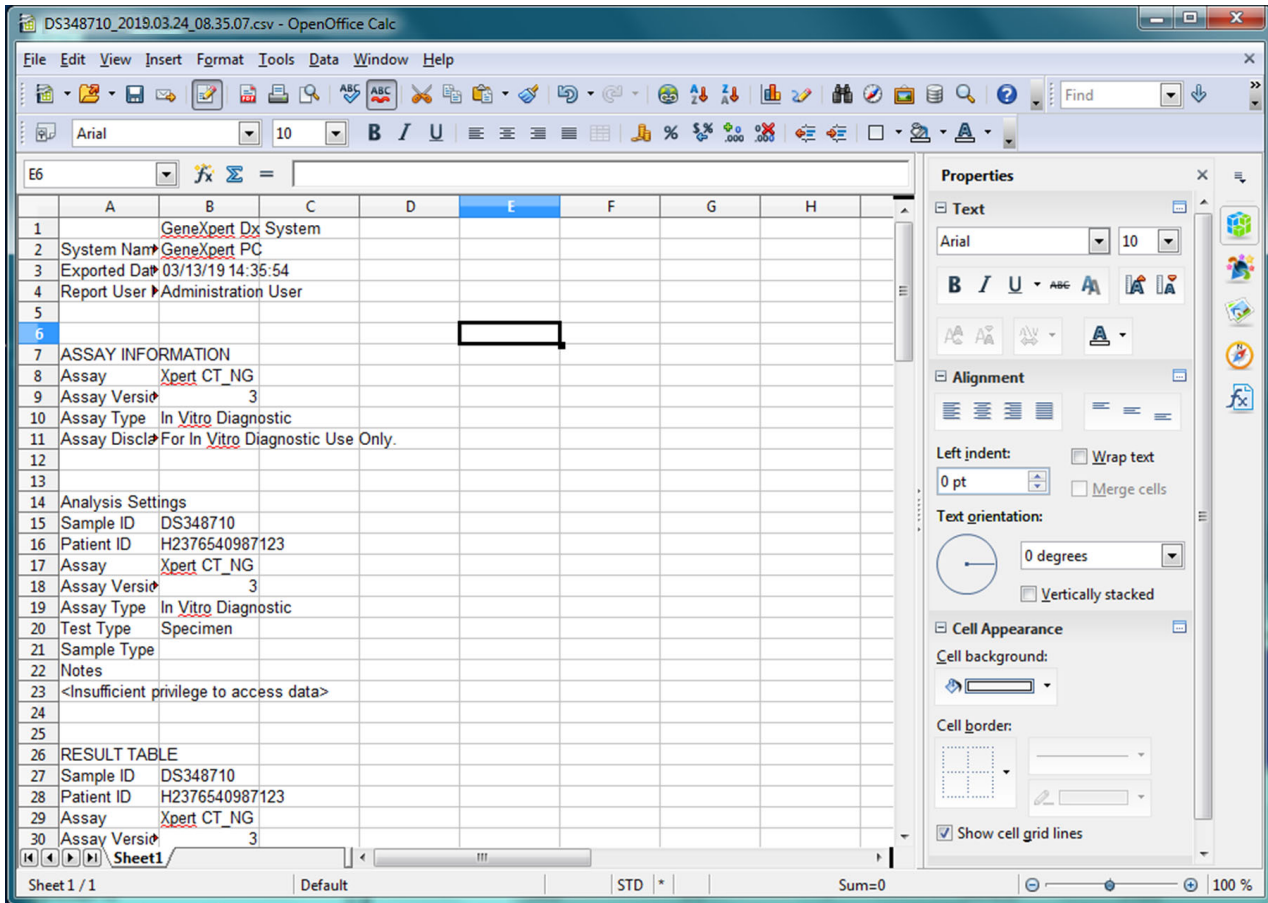

Figura 5-68. Ejemplo de resultados de la prueba exportados
- Haga clic en la casilla de verificación situada a la izquierda de **Default value (Valor predeterminado)** y, a continuación, haga clic en **OK (Aceptar)** para cerrar el cuadro de diálogo. Los anchos de las columnas se ajustarán y el archivo quedará formateado, como se muestra en la figura 5-68. Haga clic en cualquier sitio de las columnas vacías para anular la selección de las celdas azules y hacer que las celdas se muestren en color blanco de nuevo.